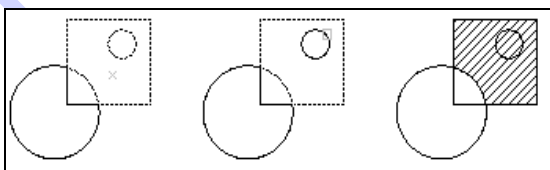

图 9-14 废除“岛”的图案填充
执行完以上操作后, AutoCAD 会根据用户的设置绘制图形, 如图 9-14 所示。在图 9-14 的左图中选取填充边界, 在中图中选取废除的“岛”, 右图是废除“岛”的图案填充的结果。
(14) **View Selections** (观看当前的填充区域的边界)。单击该按钮时, AutoCAD 会自动切换到作图屏幕, 将所选择的填充边界和对象以高亮度显示。如图 9-14 的左图所示, 若没有先选取填充边界, 则 View selections 选项以灰色显示, 用户不能执行该选项。